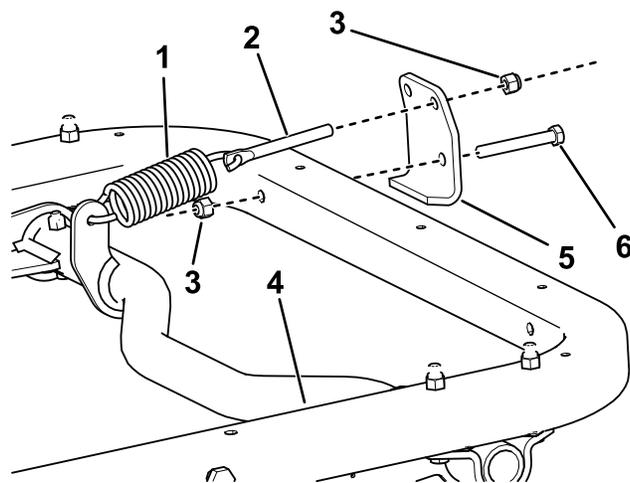

图 6
**注意** 如图 6 所示调整弹簧杆的位置。
**注意** 如图 6 所示调整弹簧支架的位置。